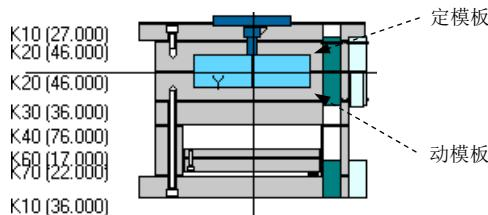
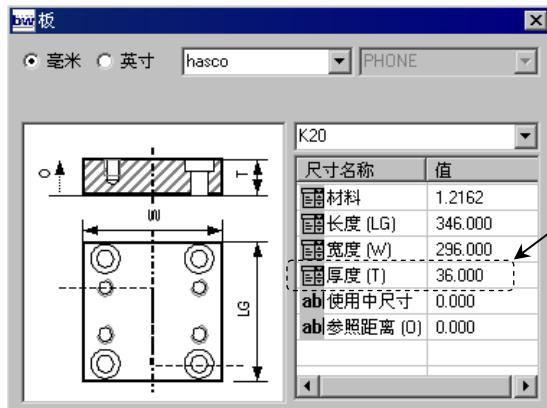

图 31.48 定义模板厚度
图 31.49 “板”对话框
Step1. 定义定模板厚度。在“模架定义”对话框中右击图 31.48 所示的定模板，此时系统弹出图 31.49 所示的“板”对话框，在对话框中双击`固定厚度 (T)`后的下拉列表，选择厚度值 `36.000`，然后单击按钮。
Step2. 定义动模板厚度。使用同样的操作方法右击图 31.48 所示的动模板，在“板”对话框中双击`固定厚度 (T)`后的下拉列表，选择厚度值 `22.000`，然后单击按钮。